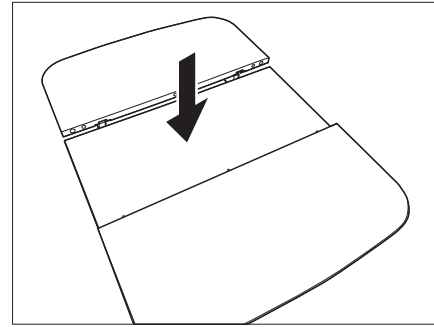

Fig. 103 Bajar la pieza central
- Empujar con fuerza la parte central de la mesa hacia abajo (Fig. 103). La parte central se presiona por la fuerza de resorte hacia arriba.
- Empujar con fuerza la parte central de la mesa hacia abajo. La parte central se engatilla en la posición inferior (Fig. 103).